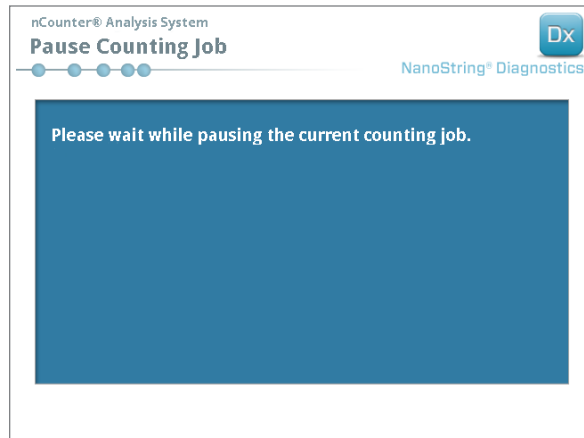

FIGURE 6.7 : Écran « Pause Counting Job » (Comptage en pause)
6. Pour ajouter une cartouche sur un Digital Analyzer ayant déjà commencé le comptage, toucher le bouton **Pause** dans l'écran « Counting Cartridge » (Comptage de la cartouche). Quelques minutes peuvent être nécessaires au Digital Analyzer pour atteindre un point d'arrêt adéquat (FIGURE 6.7). Dans ce cas, la porte se déverrouille. Placer la nouvelle cartouche dans un emplacement vide ou remettre en place une cartouche déjà analysée. Toucher le bouton **Resume** (Reprendre). La porte doit se verrouiller et le comptage doit reprendre.